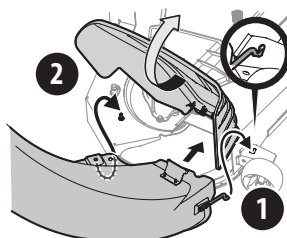

Figure 33
- Insérez l'extrémité du coude de la goulotte (1) dans le trou sur le support de la roue comme indiqué dans l'encadré de la Figure 33.
- Faites pivoter la goulotte d'éjection vers l'arrière jusqu'à ce que le trou du coude de la goulotte s'aligne avec la goupille sur l'adaptateur du plateau de coupe comme illustré au point (2) de la Figure 33.